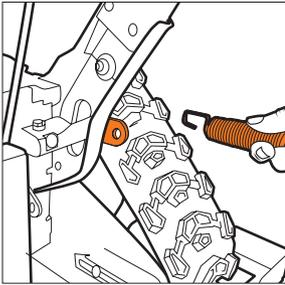

Рис. 3
- Прикрепите тросы левый (привода хода) и правый (привода шнека) с помощью крючков к креплениям на корпусе снегоборщика (Рис. 3).